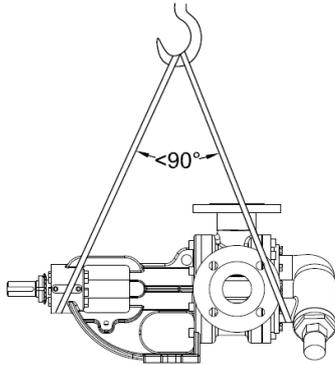
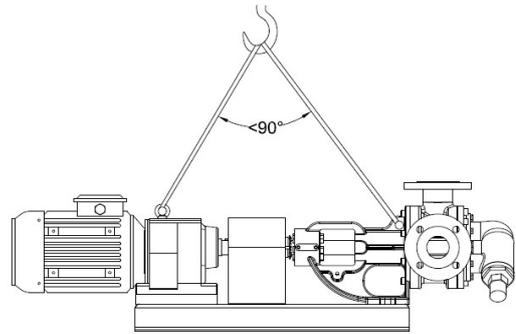

Abbildung 2a Pumpe mit freiem Wellenende
Abbildung 2b Pumpensystem auf Gestell
- Um Schäden an der Pumpe oder dem Pumpensystem zu vermeiden, ist das Heben wie in **Abbildung 2a und Abbildung 2b** dargestellt vorzunehmen.